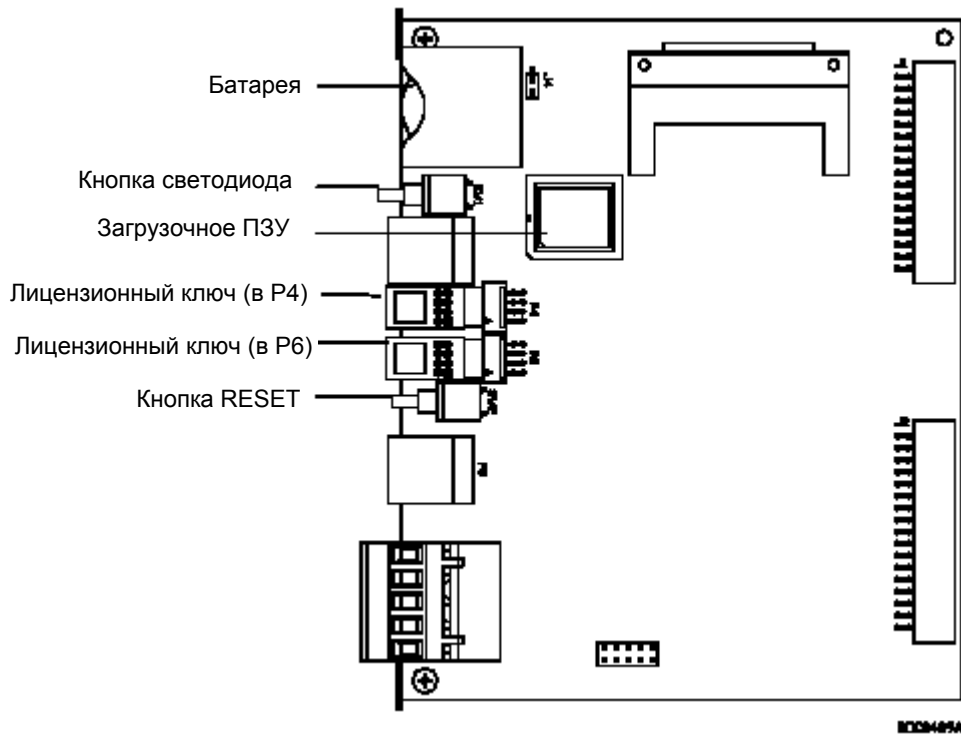

Рисунок 2-7. ЦПУ - разъемы
6. Выньте лицензионные ключи из разъемов (P4 или P6) на центральном процессоре, (см. рисунок 2-7).